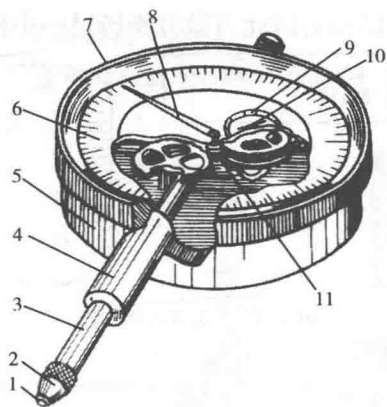

图 1-15 百分表
(1) 外径百分表:外径百分表结构如图 1-15 所示,外径百分表装在专用表架上或装在磁性表架上,如图 1-16 所示,可测量工件的平面、外圆(外表面)、内孔(内表面)的精度,如平面度、平行度、同轴度、垂直度和圆度等。
① 百分表的使用:使用时应先擦净触头及被测表面,将百分表触头压入约 40% 量程,转动刻度盘面,使长指针对准“0”位,转动工件或移动百分表,来检查工件的精度。百分表的量杆必须垂直工件表面,否则会产生误差。